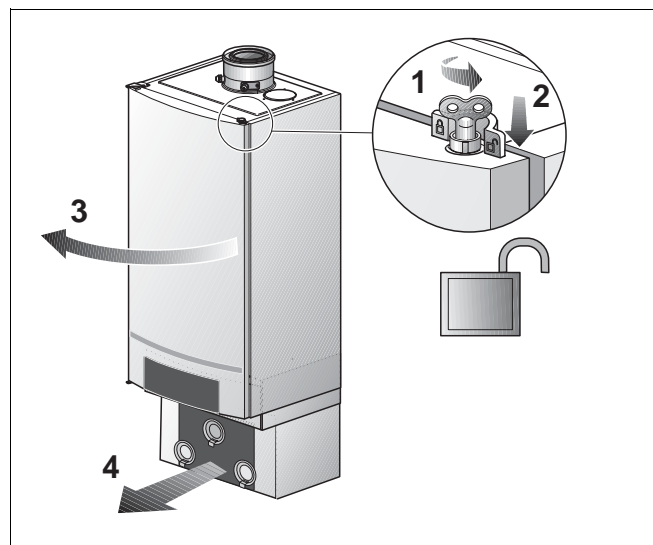

Fig. 104 Deschideți ușa cazanului
- Deschideți zăvorul ușii cazanului cu cheia de aerisire rotind un sfert de tura (Fig. 104, **lupă**).
- Apăsăți zăvorul în jos (Fig. 104) și deschideți ușa cazanului.